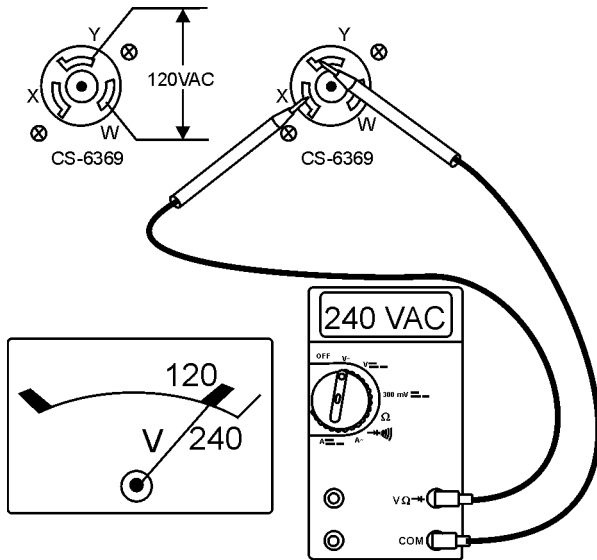

Figure 23. Prise 120/240 CS-6369
4. La prise CS-6369 est une prise à bi-tension (120/240 volts). En utilisant un voltmètre externe comme le montre la figure 23, vérifiez que du 120/240 V CA est présent sur la prise CS-6369.